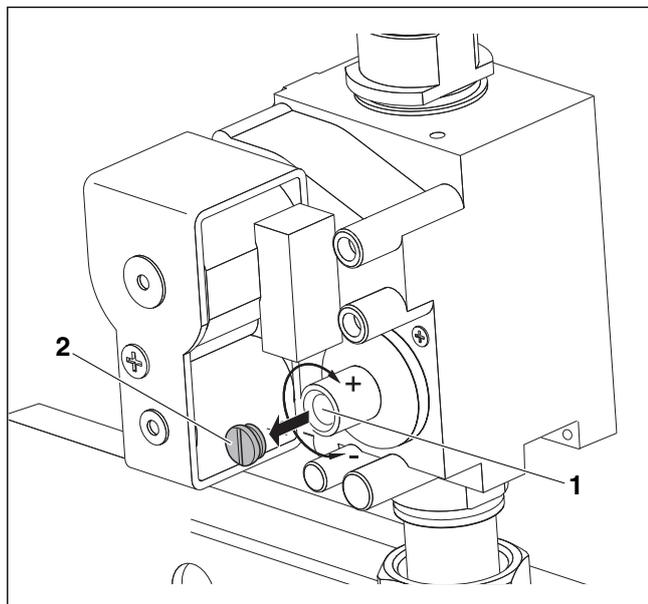

Рис. 49 Газовая арматура "SIT" 840 Sigma
- ▶ Снять защитный колпачок (→ рис. 49, [2]; возможно опечатан) над регулировочным винтом давления на форсунках (→ рис. 49, [1]). Отрегулировать давление на форсунках поворотом винта в направлении плюс или минус (→ рис. 49, [1]).